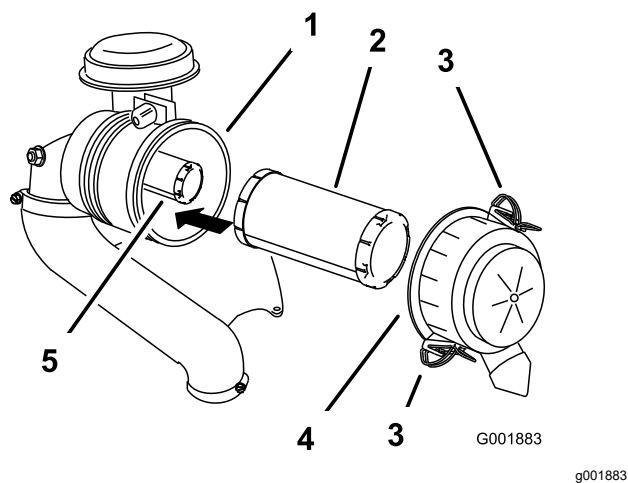

Bild 41
3. Lösen Sie die Riegel am Luftfilter und ziehen Sie die Luftfilterabdeckung vom Luftfiltergehäuse ab (Bild 41).
2. Wenn Sie den inneren Filter auswechseln, schieben Sie ihn vorsichtig in das Filtergehäuse (Bild 41).
3. Schieben Sie den Hauptfilter vorsichtig auf den Sicherheitsfilter (Bild 41).
4. Bringen Sie die Luftfilterabdeckung an und befestigen die Riegel (Bild 41).
5. Schieben Sie den Hauptfilter vorsichtig aus dem Luftfiltergehäuse heraus (Bild 41).